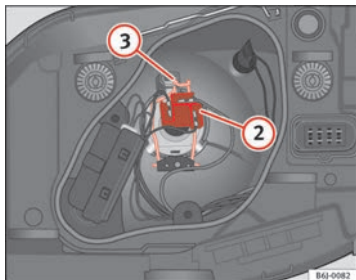

Abb. 144 Abblend- / Fernlicht bei Einfachscheinwerfer
- Ziehen Sie den Stecker ⇒ Abb. 144 (2) von der Lampe ab.
- Nehmen Sie die Haltefeder ⇒ Abb. 144 (3) durch Eindrücken und Rechtsdrehung ab.